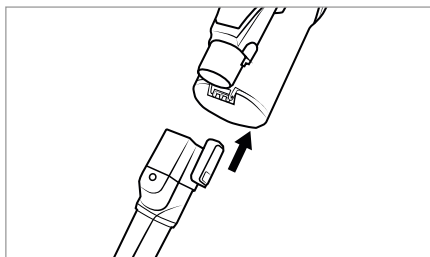

Fig. 14
- ♦ Monte el accesorio en el tubo de aspiración 23 o en el orificio de aspiración del aparato hasta que encastre con un chasquido (consulte la fig. 14). Para ello, asegúrese de que el encastre esté en la posición correcta.